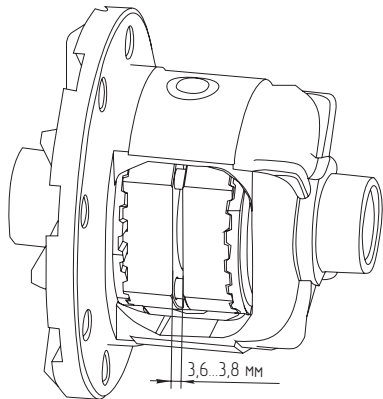

Рис. 5
10. Используя набор плоских щупов, измерьте зазор между муфтами как показано на **Рис.5**. Зазор должен составлять от 3,6 до 3,8 мм.